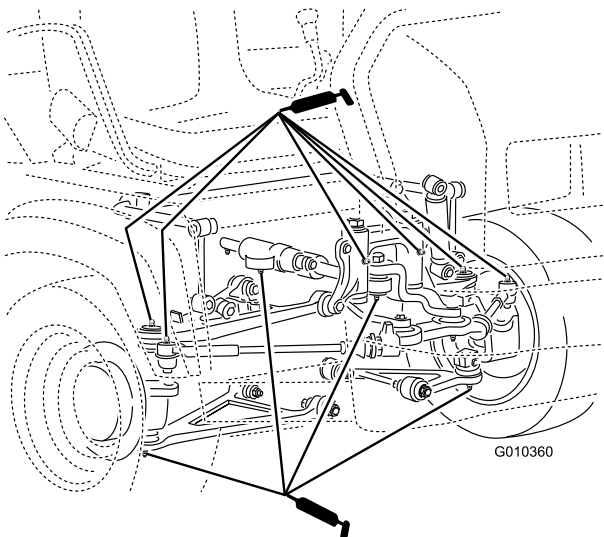

Figure 40
- Rotules (4), biellettes (2), supports de pivot (2) et vérin de direction (2), comme montré à la Figure 40